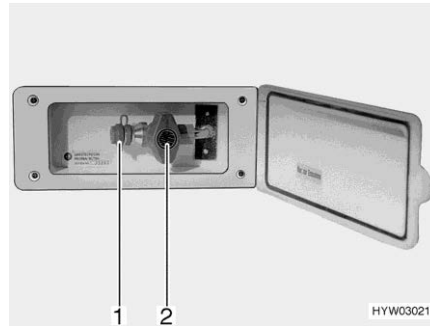

Bild 89 Extern gasanslutning
- Anslut den externa gasapparaten till anslutningar (Bild 89,1).
- Öppna gasavstängningsventilen (Bild 89,2).